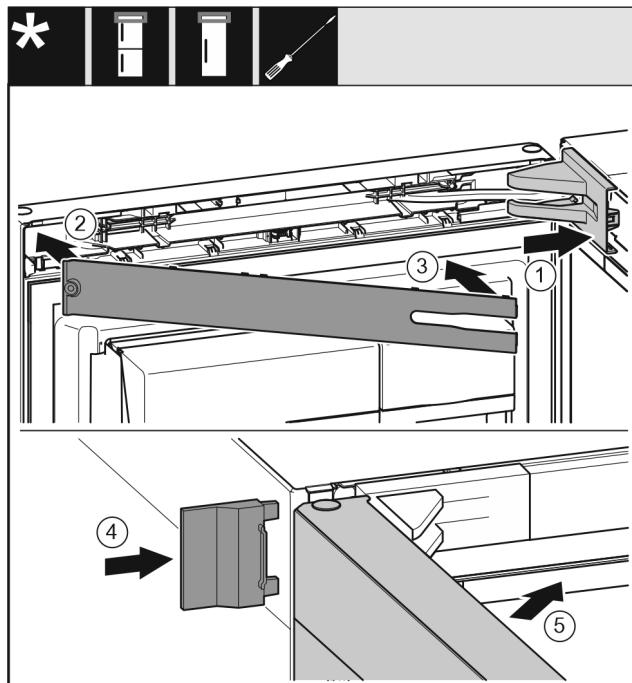

Fig. 31
- ▶ Поставете и фиксирайте капака на лагерната стойка Fig. 31 (1), при нужда внимателно го натиснете настрани.
- ▶ Поставете капачката Fig. 31 (2).
- ▶ Капачка Fig. 31 (3)
- ▶ Нахлузете външния капак Fig. 31 (4).
- ▶ Затворете горната врата Fig. 31 (5).